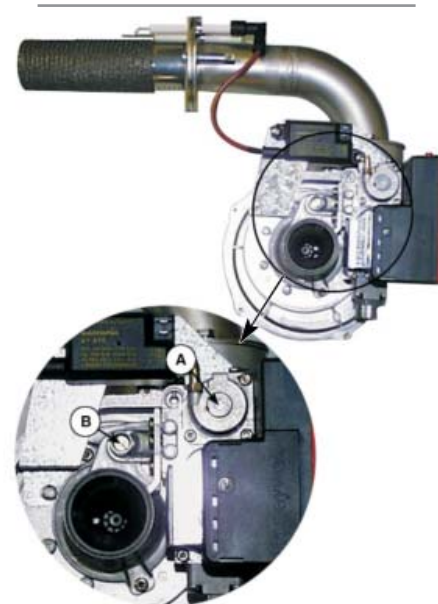

Fig. 5.e
2. agire sul regolatore di portata B (vedi Fig. 5.e): in senso orario per diminuire, antiorario per aumentare (data la sensibilità della vite di regolazione, sono sufficienti rotazioni di minima entità);